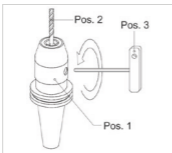

Abbildung 4: Spannrings lösen
1. Lösen Sie die Spannrings, indem Sie das Ritzel mit Hilfe des passenden Innensechskant-Schlüssels mit Quergriff gegen den Uhrzeigersinn drehen (siehe „Abbildung 4: Spannrings lösen“, Pos. 3).